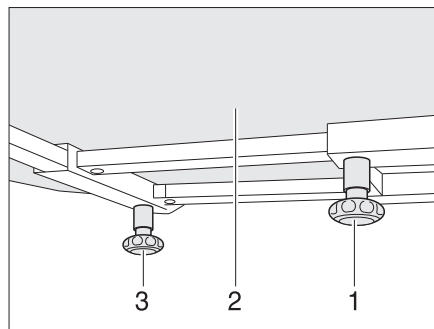

Fig. 77 Mesa fija
- Aflojar el tornillo moleteado (Fig. 77,1).
- Desplazar a la posición deseada el tablero de la mesa (Fig. 77,2).
- Aflojar el tornillo moleteado (Fig. 77,3).